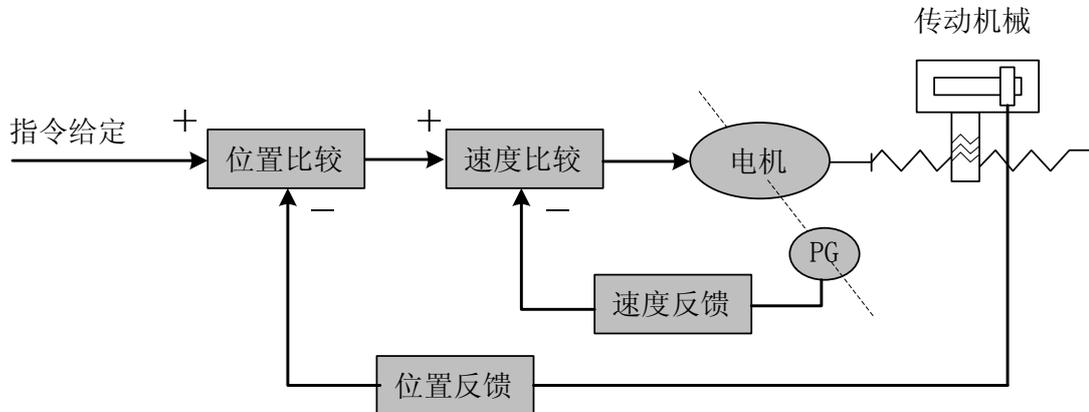
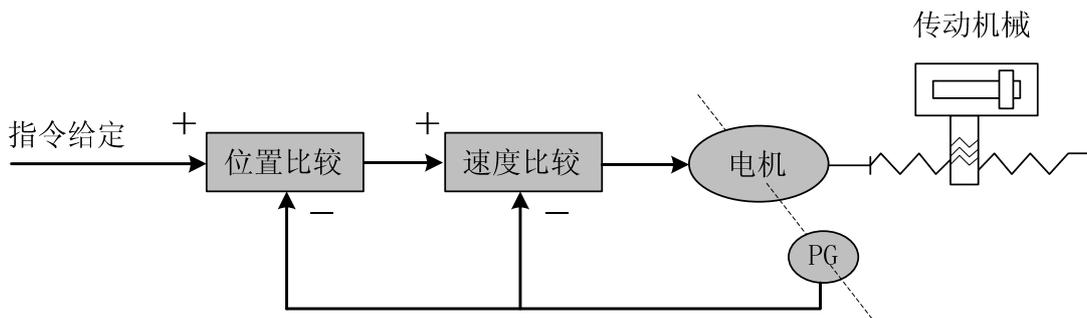

图 1.4 全闭环控制系统
图 1.5 半闭环控制系统
- **闭环控制系统**：控制系统的被控量由反馈装置检出并输送给控制器，影响控制器的输出进而改变被控量。按反馈装置的检测点划分，闭环控制系统又分为**全闭环控制系统**和**半闭环控制系统**。反馈装置直接检测被控量用于反馈的称为全闭环控制系统（如图 1.4），机械位置为被控量，用安装在机械上的光栅尺作为位置反馈装置，以伺服电机的编码器作为速度反馈装置，这个系统实现了机械位置的全闭环控制。如果没有安装光栅尺，以伺服电机的编码器同时作为位置和速度反馈装置（如图 1.5），那么，这就是一个机械位置的半闭环控制系统。